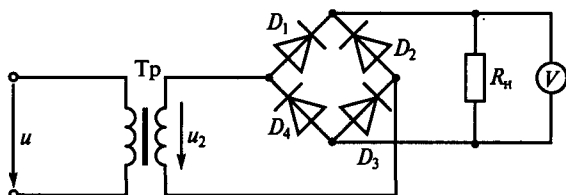

Рис. 195
**8.2.** Какое напряжение  $U_0$  покажет вольтметр магнитоэлектрической системы на рис. 195, если  $U_{2\text{max}} = 282$  В?